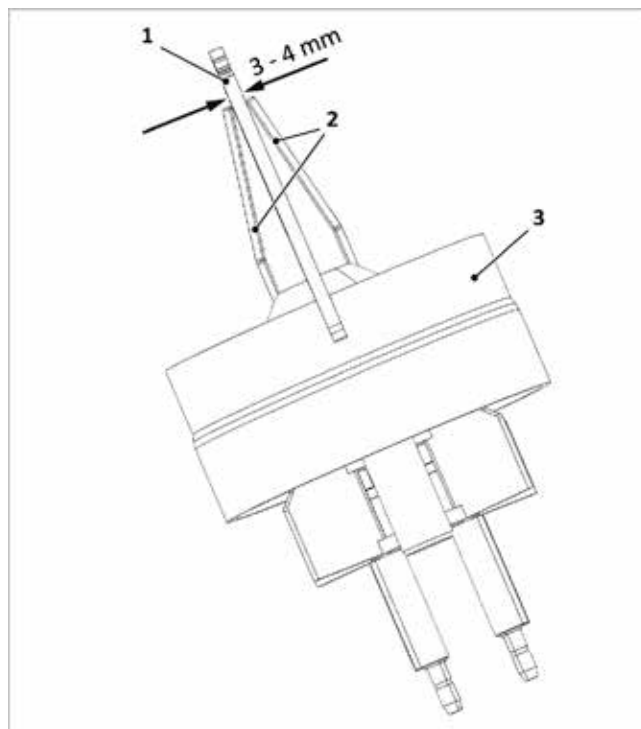

Fig. 145: Comprobar la distancia de los electrodos de encendido
- Controle la distancia de los electrodos tal y como se muestra en la → fig. 145 y, en caso necesario, corrija la doblandolos.